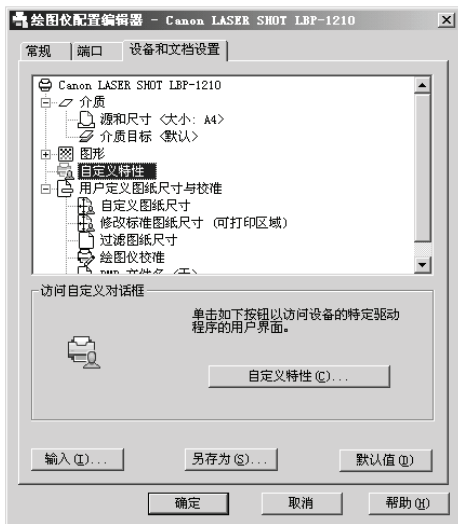

图 11-6 “绘图仪配置编辑器”对话框
(1) 名称：可以通过下拉列表框选择已经安装的打印设备。
(2) 特性按钮：设置该打印机/绘图仪的特性，点取该按钮后弹出图 11-6 所示的“绘图仪配置编辑器”的对话框。